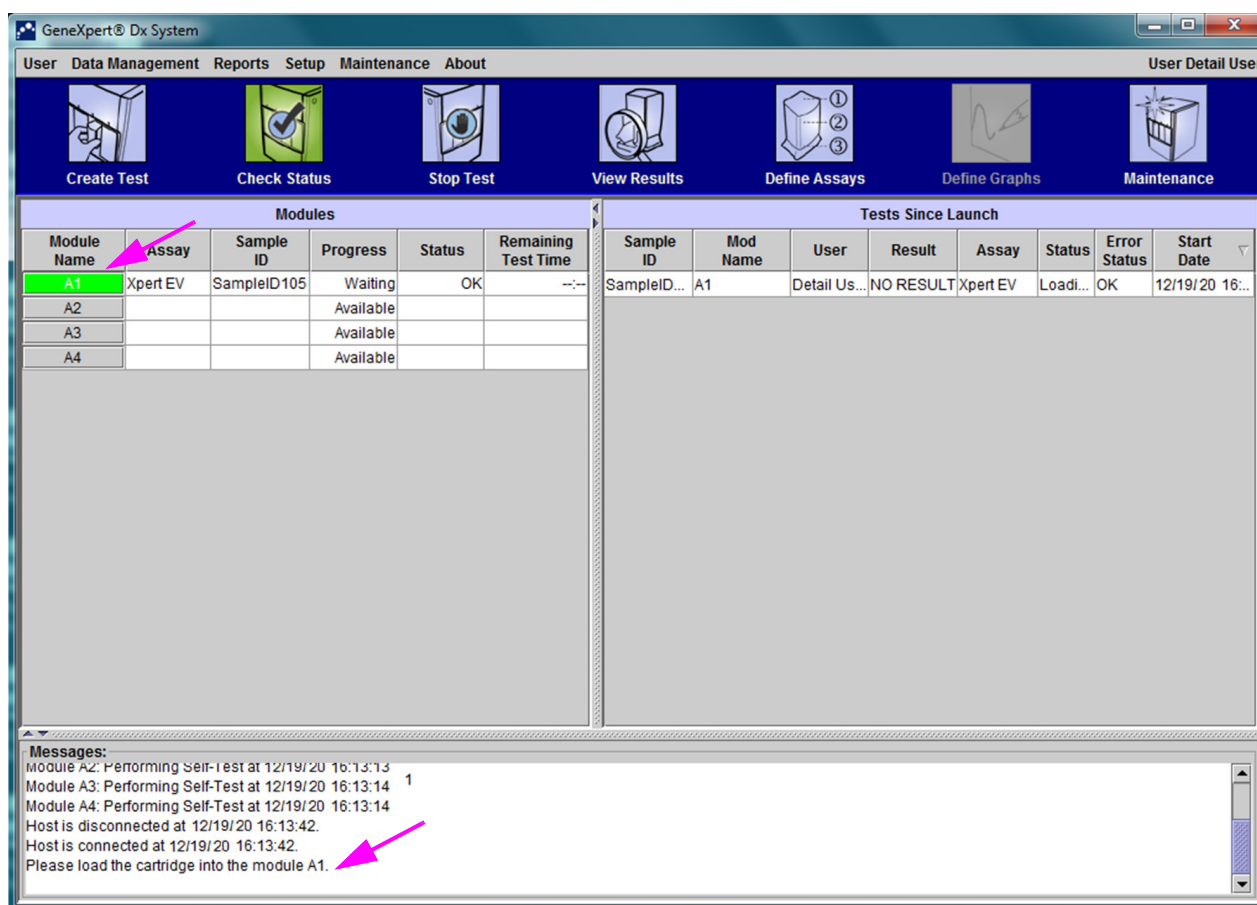

Figura 5-116. Ecranul de pornire GeneXpert, indicând mesajul de încărcare a cartușului
4. În secțiunea **Tabel comandă test gazdă (Host Test Order Table)**, (consultați Figura 5-115), verificați comanda. Introduceți informații sau note suplimentare, dacă este necesar, apoi selectați butonul **Începere test (Start Test)**. Apare ecranul de pornire GeneXpert, afișând un mesaj pentru încărcarea cartușului în modul, care este evidențiat cu verde. Consultați Figura 5-116.